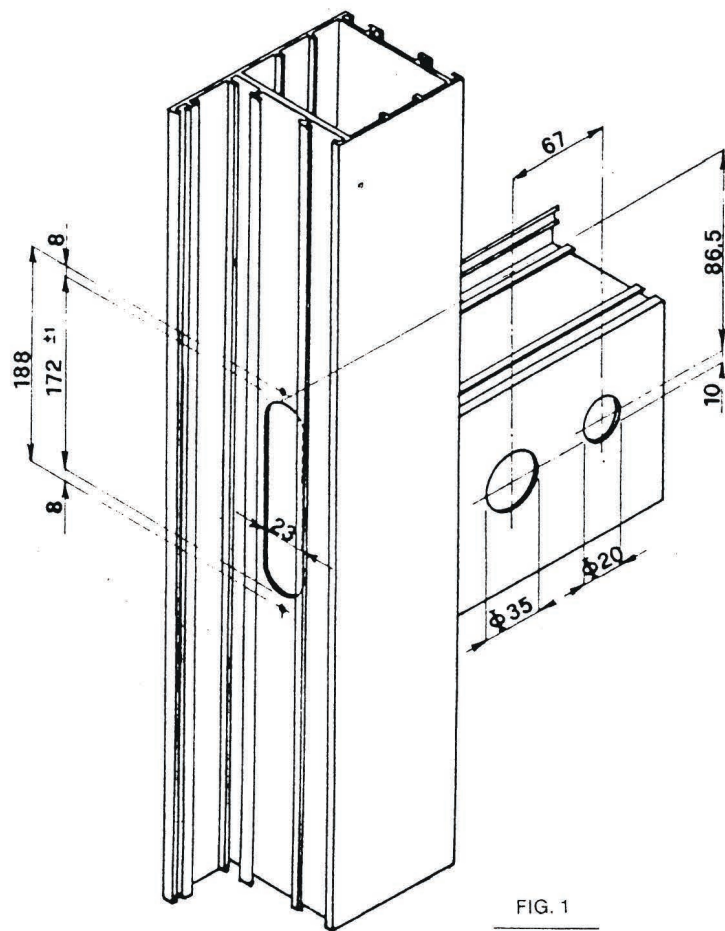

FIG. 1
1. Eseguire la cava per alloggio e i fori per fissaggio serratura. (vedi fig. 1)